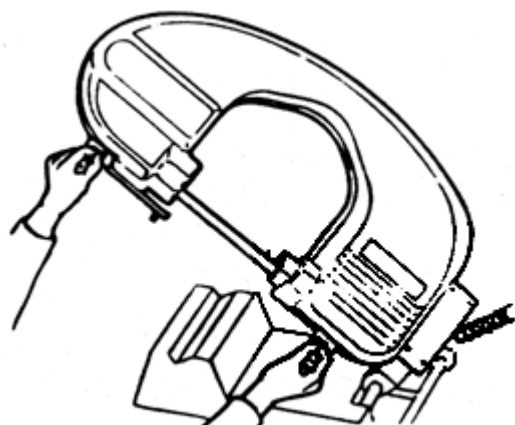
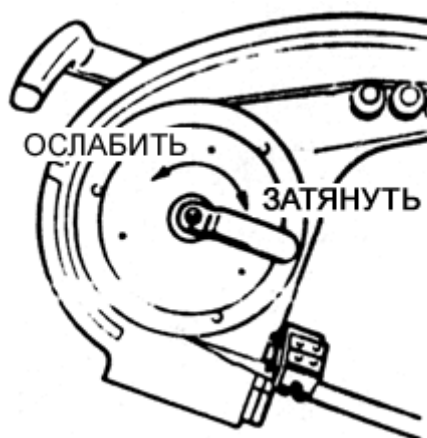

Рис.3.
Рис.4.
Установленная пилка в новой электропиле не закреплена! Перед подключением электропилы к источнику питания откройте переднюю часть корпуса (рис. 3) и затяните пилку, повернув ручку регулировки натяжения (рис. 4), а также направляющую ползунка пилки (рис. 7).
Перед заменой пилки необходимо всегда отсоединять шнур электропитания. В противном случае двигатель может внезапно запуститься, что может привести к травме. Открывать переднюю часть корпуса электропилы (рис. 3) с осторожностью, так как пилка может выскочить из устройства.
- Откройте переднюю крышку корпуса и снимите ее (рис. 3).